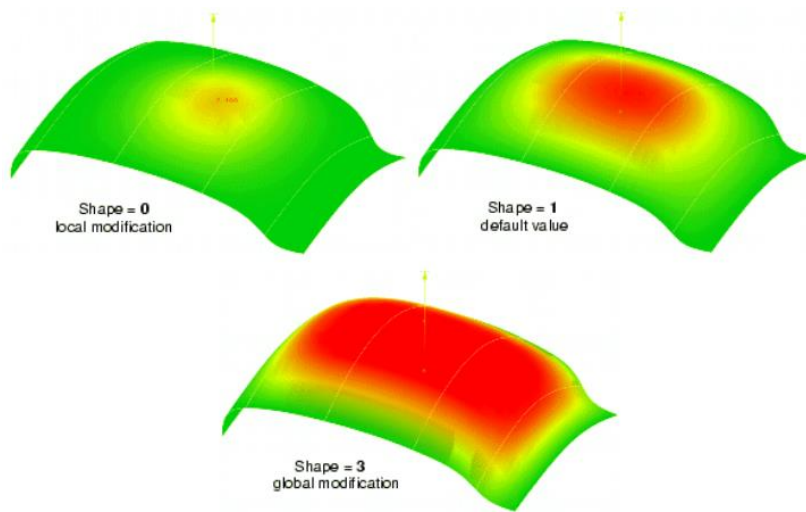

Figura 2.31 Ejemplos a), b) y c) modificando Shape.
- **Shape (Forma):** modifica la forma de la parte superior de la “campana”. Un valor pequeño provoca un cambio local (pequeño) a) de la *Figura 2.31* y uno grande un cambio global (grande) c).